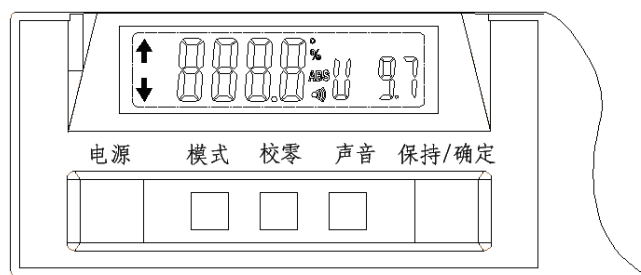

图 G-3
- 2) 1 秒后，坡度计液晶显示区右侧显示电池电压，见图 G-3；